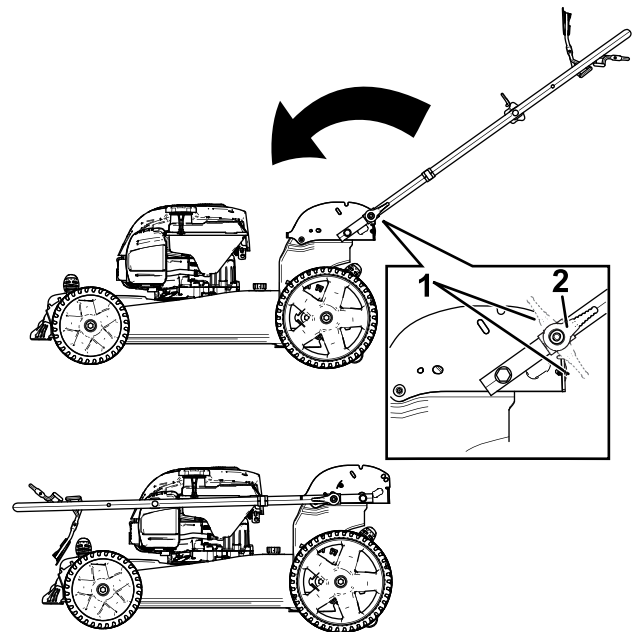

Рисунок 20
3. Разблокируйте фиксаторы рукоятки (Рисунок 20).
4. Полностью сложите рукоятку вперед (Рисунок 20).